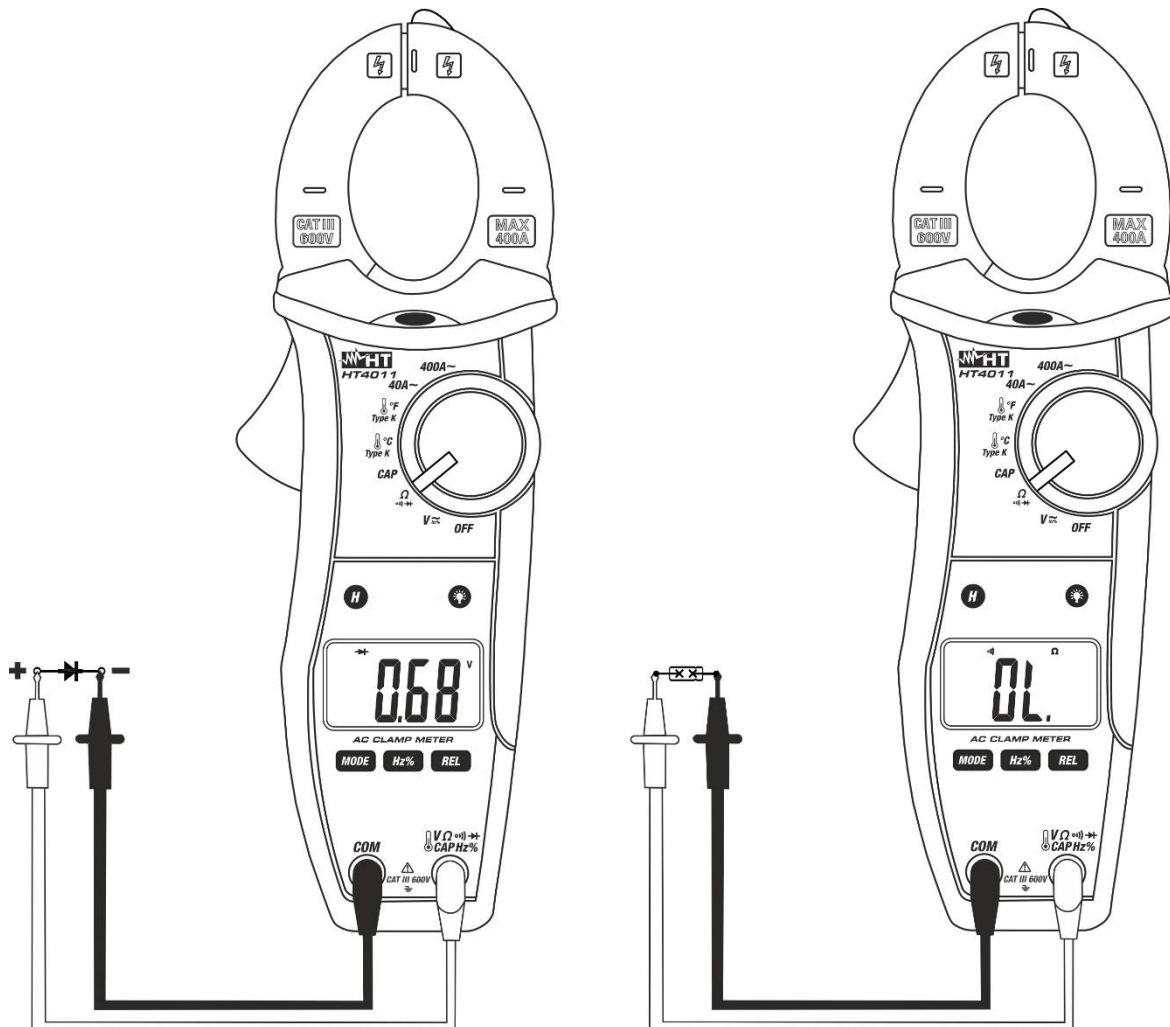

Fig. 7: Uso da pinça para Teste de Continuidade e Teste de díodos
3. Inserir o cabo vermelho no terminal de entrada $V\Omega$ e o cabo preto no terminal de entrada **COM** e efectuar o teste de continuidade no objecto em exame (consultar o Fig. 7 – parte direita). O sinalizador sonoro emite um sinal acústico quando o valor da resistência medida é inferior a cerca de 150Ω .
5. Conectar a ponteira vermelha ao ânodo do díodo e a ponteira preta ao cátodo no caso de medição de polarização directa (consultar a Fig. 7 – parte esquerda). Inverter a posição das ponteiros no caso de medição de polarização inversa.